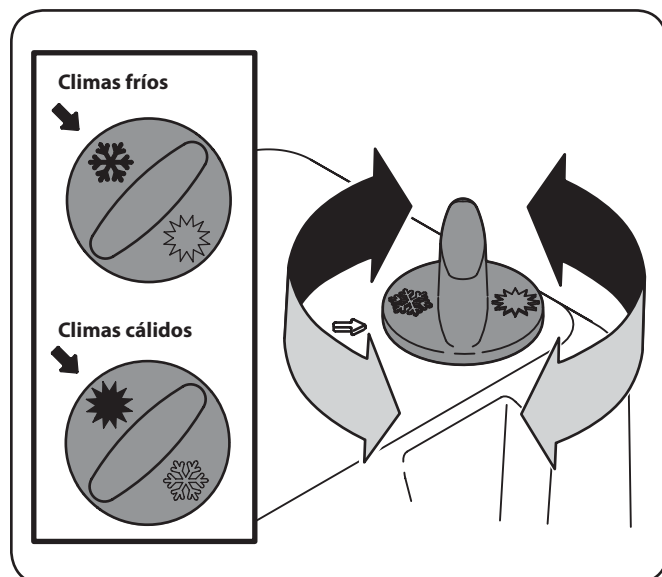

Figura 5-5
1. En los meses más fríos, especialmente cuando se opere el accesorio quitanieve, gire la perilla hasta la posición en la que los copos de nieve de la perilla queden alineados con la flecha de la tapa del filtro de combustible. Consulte la parte superior del recuadro de la Figura 5-5.
2. En los meses más cálidos, en los que es más probable que se usen la lavadora a presión, la plataforma de corte, etc., ubique la perilla de control del clima de manera que la imagen del Sol de la perilla quede alineada con la flecha de la tapa del filtro de aire. Consulte la parte inferior del recuadro de la Figura 5-5.